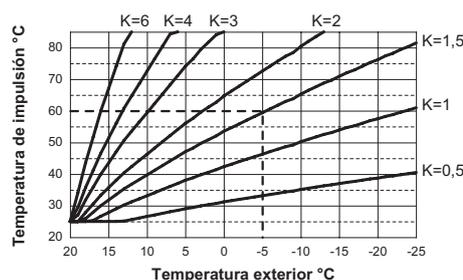
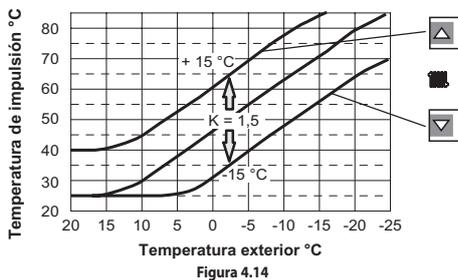

Figura 4.10
Figura 4.13
La caldera está configurada con un coeficiente K igual a cero para el funcionamiento de la caldera sin sonda conectada. Si la caldera TIENE CONECTADO el control remoto (opcional) consulte la Figura 4.10. En este caso el ajuste del coeficiente K debe hacerse desde remoto.
El coeficiente K es un parámetro que aumenta o reduce la temperatura de impulsión de la caldera al variar la temperatura exterior. Cuando se instala la sonda externa se debe ajustar este parámetro en función del rendimiento de la instalación de calefacción para optimizar la temperatura de impulsión (Figura 4.10). Ej.: para obtener una temperatura de impulsión a la instalación de calefacción de 60 °C con una temperatura exterior de -5 °C, se debe definir un K de 1,5 (línea discontinua en la Figura 4.10).
- Utilizando los botones 1 o 2 se puede ver y/o modificar el valor del parámetro 15 desde un mínimo de **01** hasta un máximo de **60** en función de la curva elegida para el coeficiente K en la Figura 4.10 (el valor que aparece en el display equivale a valores decimales de coeficientes K). El display muestra el mensaje "SET" (Figura 4.13).
- Pulsando el botón 3 (Figura 3.1) se confirma el valor introducido. El display muestra durante 3 segs. el mensaje "Ok" (Figura 4.13), y luego aparece la lista de los parámetros (Figura 4.12).